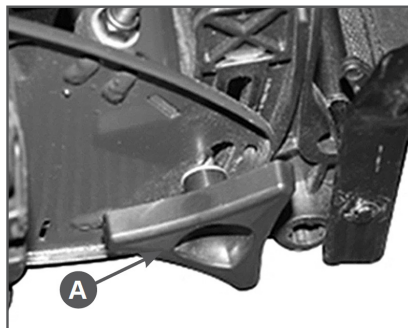

Рис. 5 А - Регулировка высоты кошения
2. Установите травосборник на штифты роликового механизма с обеих сторон (Рис.5)
Высота кошения устанавливается при помощи опорного ролика. Ослабьте зажимные винты А (Рис.5), установите требуемое положение опорного ролика и затяните винты. Убедитесь в том, что ось ролика параллельна оси ножа.